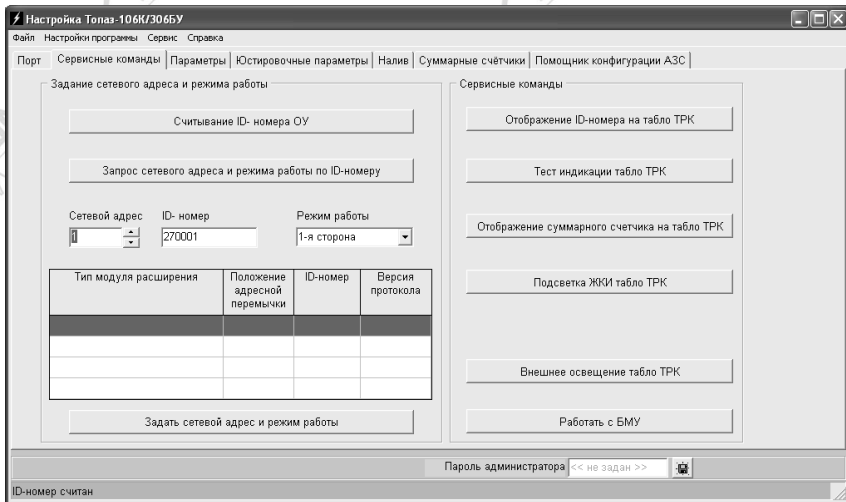

Рисунок 2
7.2 На вкладке "Сервисные команды" производится настройка сетевого адреса и режима работы устройства по его ID-номеру (рисунок 2).